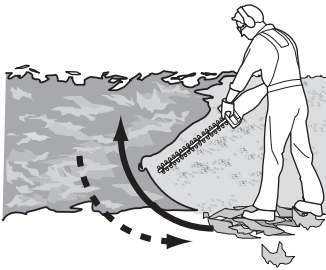

Fig. 5
3. Segure sempre o produto firmemente com ambas as mãos na pega dianteira (4) e na pega traseira (6). Nunca opere este produto usando apenas uma mão.
5. Corte primeiramente os dois lados, deslocando-se do fundo para cima até ao topo. Isto irá evitar que o material cortado caia sobre a área que ainda terá de ser cortada (Fig. 5).